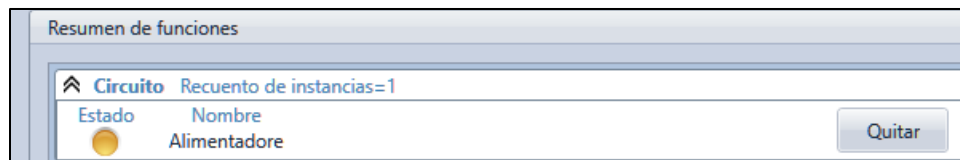
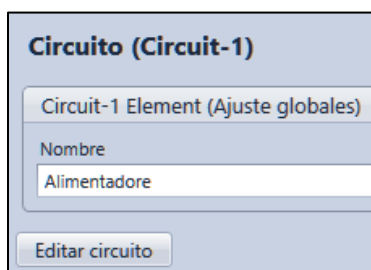
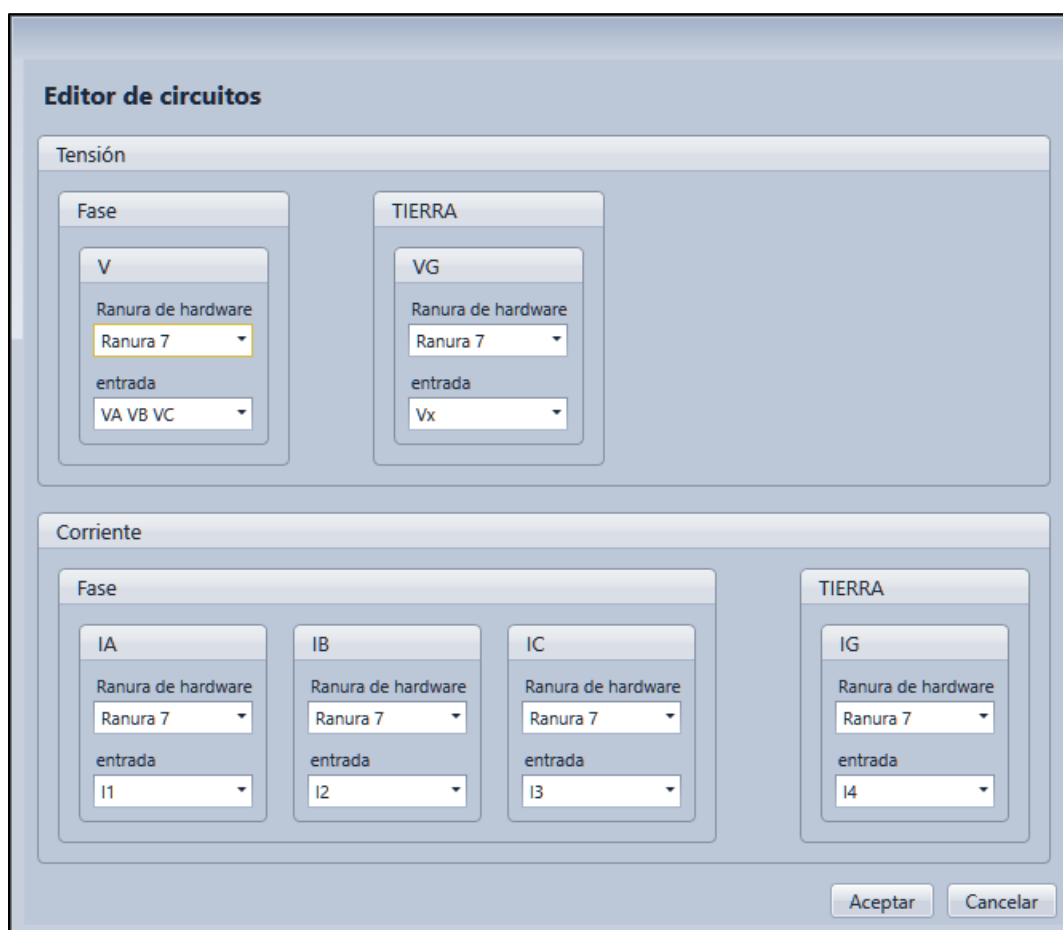

Figura 2-10. Pantalla de resumen de funciones
Figura 2-11. Editar pantalla de circuito
Figura 2-12. Pantalla del editor de circuitos
Paso 7: Haga clic el botón de estado Amarillo (Figura 2-10) en el Circuito recién creado, después Editar circuito de la Vista del circuito (Figura 2-11). Aparecerá la pantalla Editor de circuitos (Figura 2-12). Seleccione la fase actual y la ranura de Hardware de tierra 7. BESTCOMSP^{Plus} rellenará los Canales de hardware actuales I1-3 a IA, IB e IC respectivamente. El hardware I4 a Tierra IG también se configurará. Seleccione ranura de hardware de Fase de tensión 7. BESTCOMSP^{Plus} rellenará entradas VA, VB y VC. Las tensiones de este ejemplo de Inicio rápido son para la medición y el ejemplo. Pulse Aceptar.